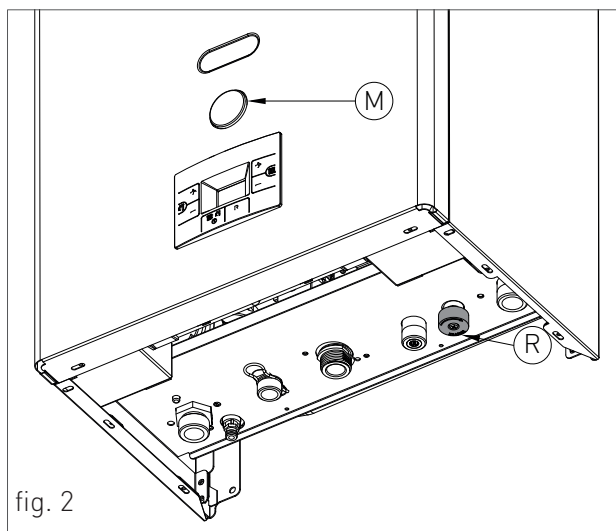
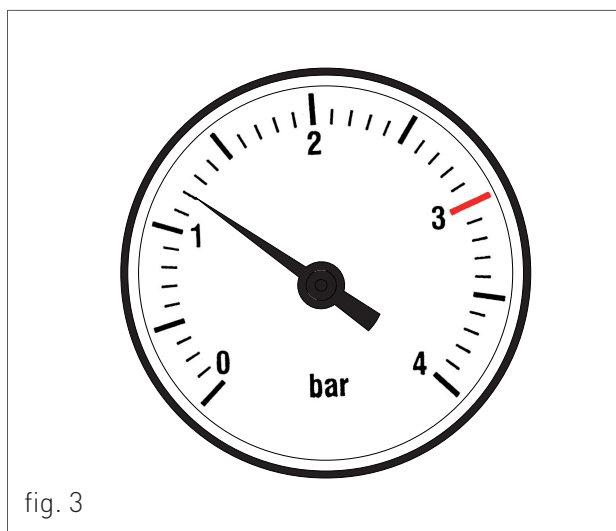

fig. 2
fig. 3
3. deschideți robinetul de alimentare „R” (fig. 2);
4. folosiți manometrul „M” (fig. 2) pentru a vă asigura că presiunea sistemului ajunge la 1,2 bar (fig. 3);
5. după efectuarea acestei operații, asigurați-vă că robinetul de încălzire „R” (fig. 2) este închis corect.
8. Dacă după efectuarea acestor operații observați o scădere a presiunii apei în interiorul sistemului, deschideți din nou robinetul de încălzire „R” până când manometrul indică valoarea de 1,2 bar (fig. 3).